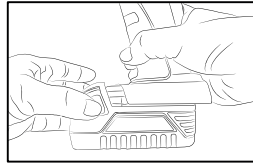

Abb. 1
- Zum Einsetzen des Batteriesatzes richten Sie die Feder des Batteriesatzes mit der Nut im Gehäuse aus und schieben Sie sie ein. Immer bis zum Anschlag einrasten. Wenn nicht, kann der Batteriesatz versehentlich aus dem Gerät fallen und Sie oder andere Personen in Ihrer Umgebung verletzen. (Abb. 1)